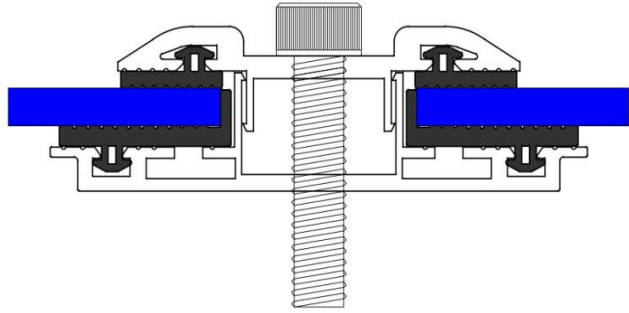

图3 压块安装剖面图
B. 任何情况下，夹具都不能使组件发生形变，铝合金夹具需搭配内嵌式橡胶垫片使用，起到缓冲作用，避免组件与铝合金夹具接触位置破损。夹具与组件接触面必须平整光滑，否则会导致组件破损。务必避免夹具形成阴影遮挡效应，建议选用图3所示螺栓，避免螺栓超出压块过高形成阴影遮挡。